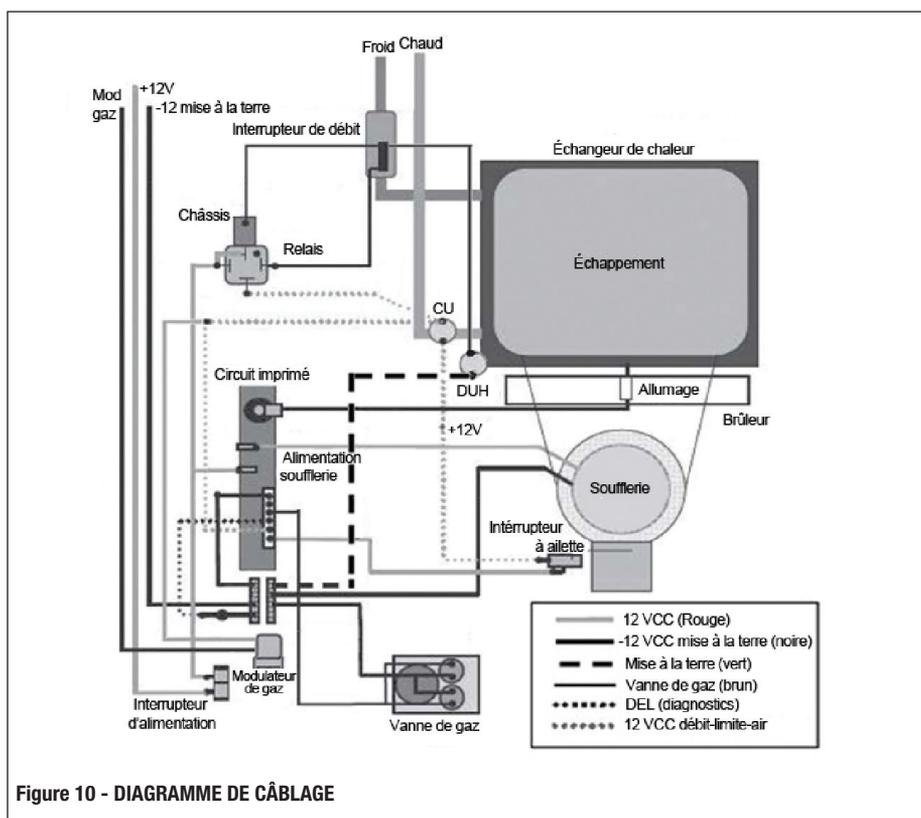

Figure 10 - DIAGRAMME DE CÂBLAGE
2. Figure 10: Diagramme de câblage avec les